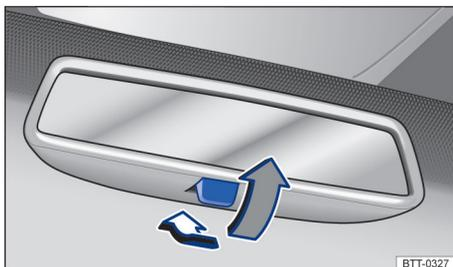

图 66 手动防眩目车内后视镜
- 向后拨调整杆即可将车内后视镜调整至防眩目状态 ⇒ 图 66。